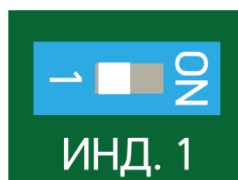

Рисунок 7.32
– отключить сигнальный светодиод БОС, установив флажок выключателя (поз.3 рисунок 7.1) в левое положение (положение «1») (рисунок 7.32), закрыть крышку БОС.